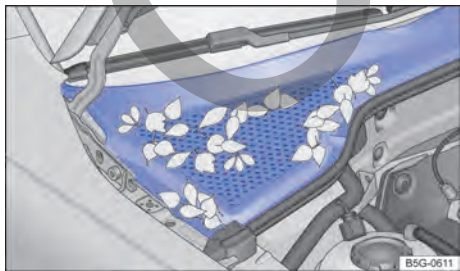

Fig. 197 Entre el compartimento del motor y el parabrisas: caja de agua (representación esquemática).
- La caja de aguas está ubicada en el compartimento del motor, entre el parabrisas y el motor, y bajo una cubierta perforada → fig. 197. El aire ambiente es aspirado de la caja de aguas al interior del vehículo por medio del sistema de calefacción y ventilación o del aire acondicionado.